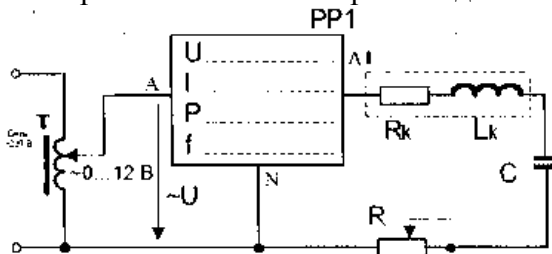

Рис. 1
3.2. Собрать электрическую цепь (рис. 1). Установить в соответствии с заданием значения сопротивления резистора R и емкости батареи конденсаторов C .